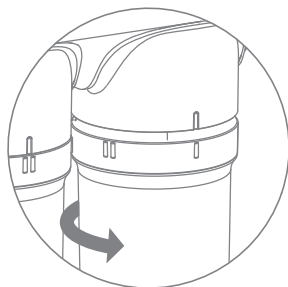
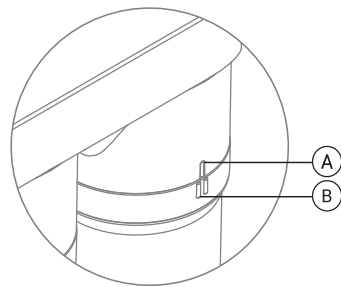

Рис. 8
Рис. 9
5. Поверните картридж по направлению стрелки (рис. 8), чтобы совпали метка «I» (А) на скобе фильтра и метка «II» (Б) на картридже (рис. 9).